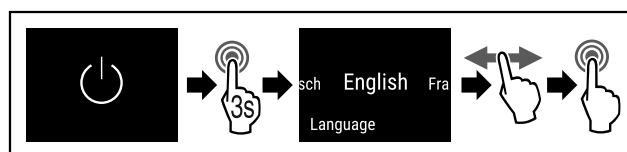

Fig. 49
- ▶ Hajtsa végre a művelet lépéseit (lásd Fig. 49).